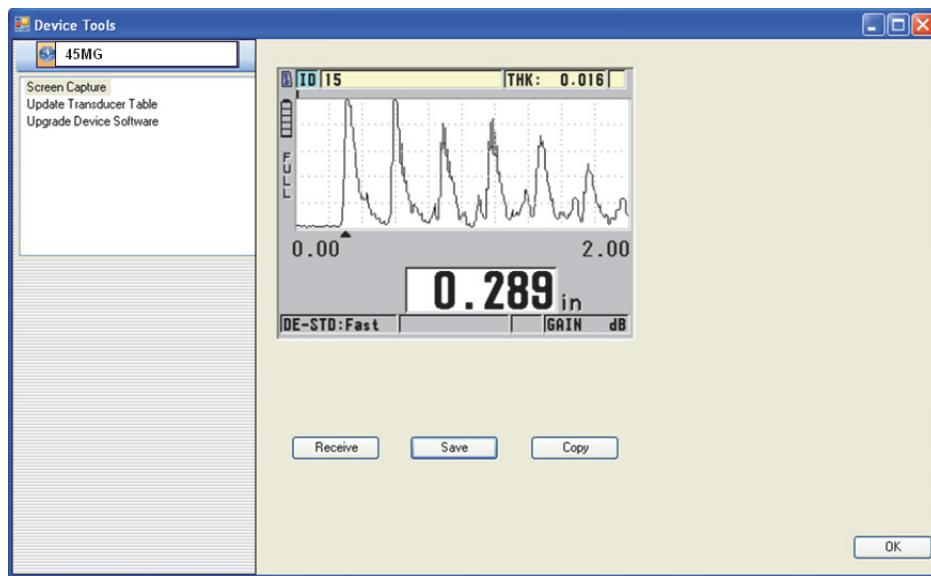

Рис. 11-5 Окно Device Tools с экранным снимком
- b) В окне **Device Tools** (см. Рис. 11-5 на стр. 213) выберите **Screen Capture** (Экранный снимок) и щелкните **Receive**. (Получить)